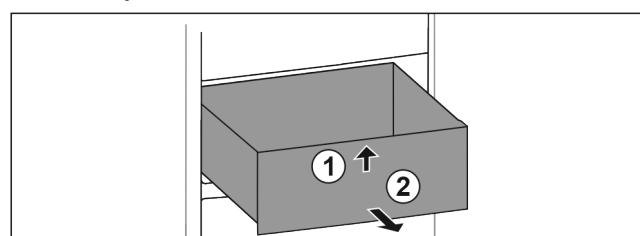

Fig. 96
- Підняти висувний ящик спереду. Fig. 96 (1)
- Вийняти висувний ящик рухом вперед. Fig. 96 (2)